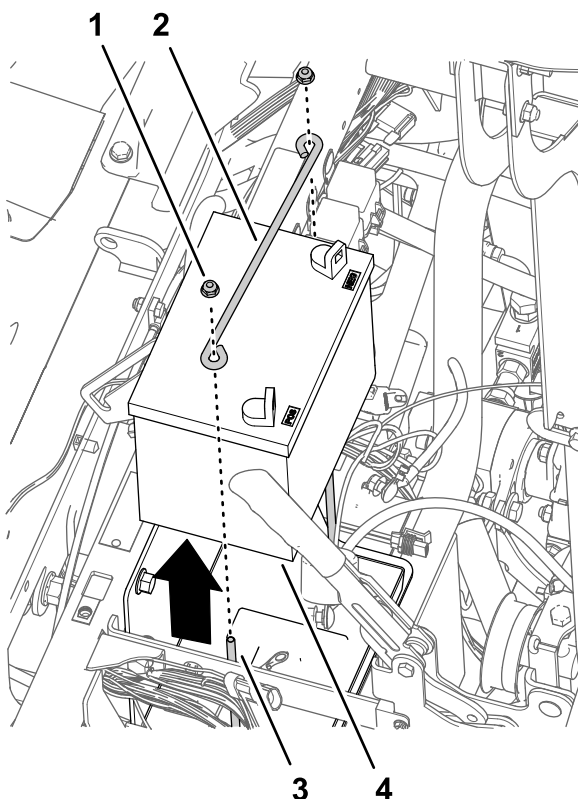

図 169
4. ステップ 2 ハンドルを取り外す (ページ 69) で外したカバーを、ハンドルに取り付ける 図 169。
1. バッテリーを車体のバッテリーブラケットに固定しているJボルトから、フランジロックナットと押さえ棒を取り外す図 169。
2. 機体からバッテリーを外す 図 169。